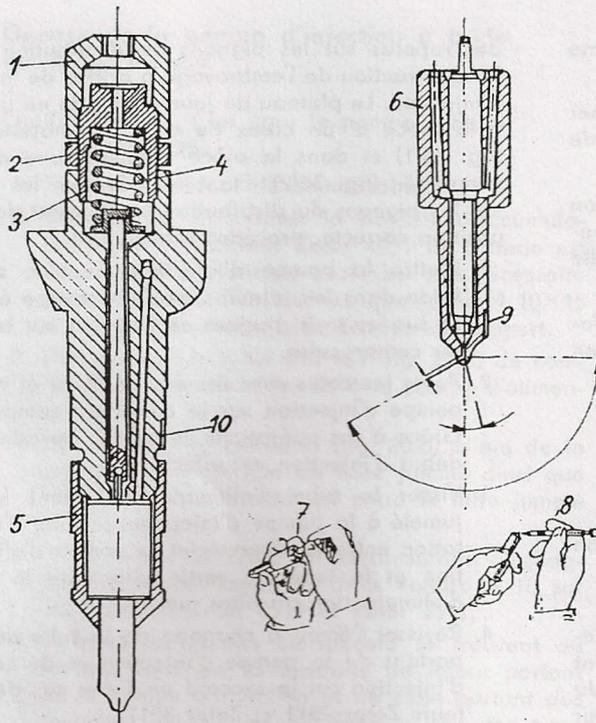

Fig. 37
3. Serrer la soupape d'injection déposée entre les mâchoires d'un étau et dévisser son revêtement de protection (fig. 37/1). Desserrer l'écrou de blocage (fig. 37/2) ainsi que le bouchon régulateur (fig. 37/3) de telle façon que le ressort (fig. 37/4) dans le corps de la soupape d'injection puisse se décompresser, il ne doit faire aucune pression sur l'aiguille.
5. Dévisser l'écrou de serrage (fig. 37/5) et retirer l'injecteur (fig. 37/6).
- a) Retirer l'aiguille (fig. 37/7) hors l'injecteur et déboucher le trou au moyen de la curette spéciale de 0,25 mm de diamètre (fig. 37/8).
Au remontage de l'injecteur, avoir soin que le repère (fig. 37/9) sur l'injecteur se confonde avec le repère (fig. 37/10) sur le corps de porte-injecteur.
revêtement protecteur de la soupape et desserrer l'écrou de blocage (fig. 37/2).
En desserrant ou serrant le bouchon régulateur (fig. 37/3) régler la soupape à la pression prescrite qui doit être de 160 atmosphères.
3. Après avoir réglé la soupape d'injection freiner le bouchon régulateur par l'écrou de blocage (fig. 37/2) et revisser le revêtement protecteur.
3. Faire jouer le décompresseur, mettre la manette de commande de gaz sur débit maximum et tourner le moteur. Comparer le cône de gas-oil pulvérisé de la soupape d'injection à vérifier avec le cône de gas-oil pulvérisé de la soupape d'injection étalon et corriger la différence par resserrage ou desserrage du bouchon régulateur (fig. 37/3).